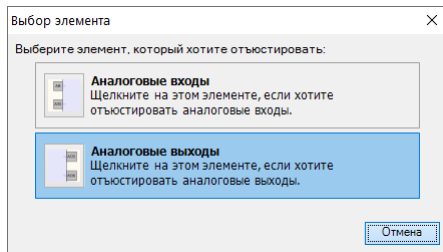

Рисунок 8.7 – Выбор входов/выходов
2. Запустить OwenLogic и выбрать в меню пункт «Прибор» → «Юстировка входов/выходов» для запуска мастера юстировки (см. *рисунок 8.7*).